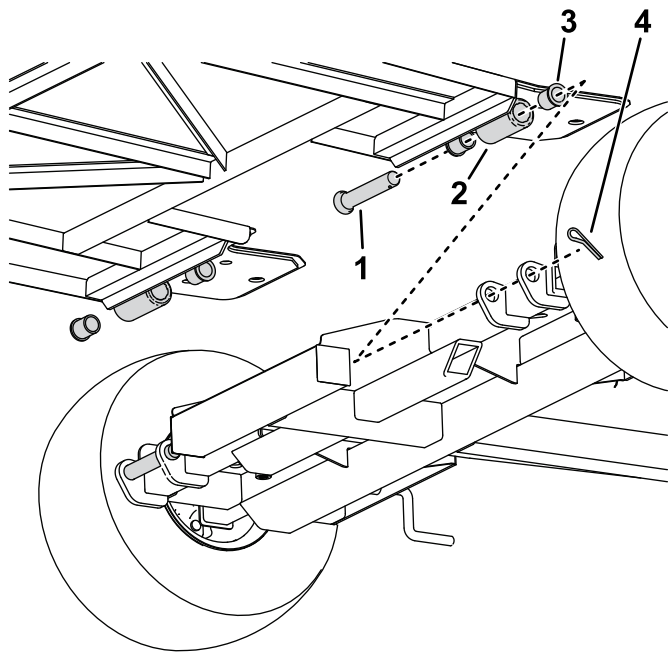

**Bild 3**
1. Setzen Sie das Anhängervorrichtungsrohr in den Rahmen ein, wie in Bild 3 dargestellt.
2. Montieren Sie den Anhängervorrichtungsadapter mit den Gabelbolzen (Bild 3) am Kupplungsrohr.
- Entfernen Sie die Lastösenbolzen aus dem Anbauvorrichtungsadapter und stellen Sie die Position nach oben oder unten ein (Bild 3), falls erforderlich.